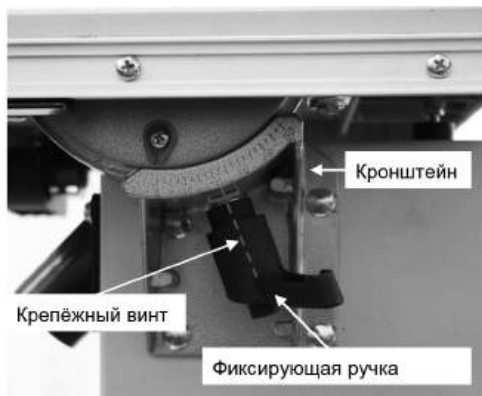

Рис. 10
- Закрепите рабочий стол на кронштейне с помощью фиксирующей ручки рабочего стола (рис. 10).